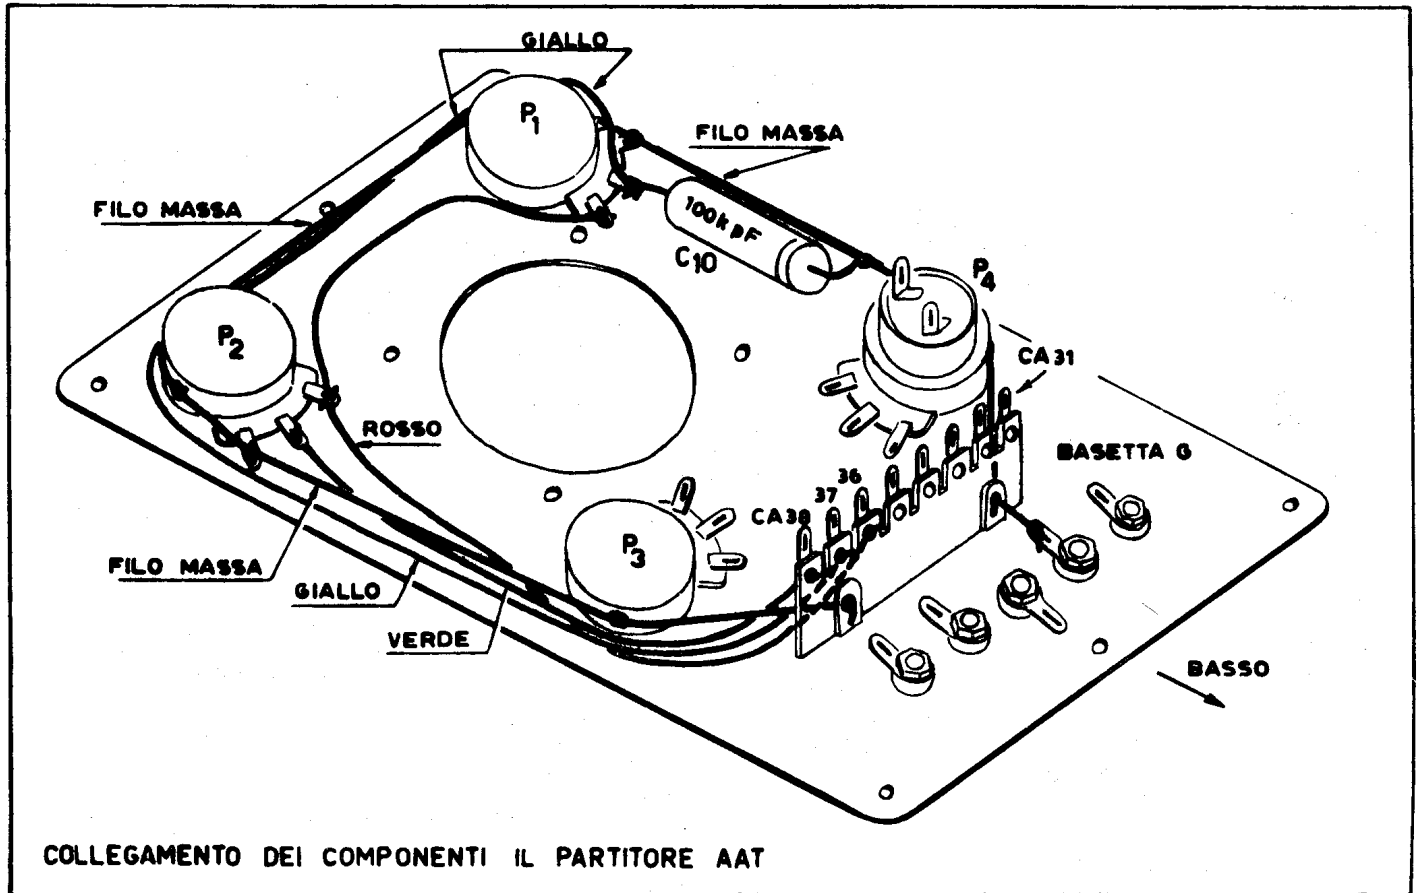

Fig. 13
a) - PREPARI UN PEZZO DI FILO DI RAME STAGNATO DEL  $\emptyset$  DI 1 mm, E DI 55 cm DI LUNGHEZZA E LO INFILI NEL FORO DELL'ANGOLARE DI SUPPORTO DELLA BASETTA G (VEDA IL DISEGNO DI FIG. 13), PASSANDO DAL LATO INTERNO DELLA BASETTA VERSO QUELLO ESTERNO.
b) - MANTENENDO BEN TESO IL FILO DI RAME LO FACCIA PASSARE ATTORNO ALLE CALOTTE DEI QUATTRO POTENZIOMETRI SINO A GIUNGERE AL FORO DEL SECONDO ANGOLARE DI SUPPORTO, DELLA BASETTA G, OVE IL FILO DEVE ESSERE INFILATO E SALDATO (FIG. 13).
h) - SALDI A MASSA IL TERMINALE DI INIZIO DEL P1 DA 500 k $\Omega$  ED IL FINALE DI P2 (FIG. 13).
i) - COLLEGHI CON UN FILO ISOLATO ROSSO L'OCCHIELLO DEL CA36 CON L'INIZIO DEL P2, SEGUENDO IL PERCORSO DEL FILO DI MASSA (FIG. 13) E SALDANDO SOLO IL CA36.
1) - SALDI UN FILO ISOLATO ROSSO FRA L'INIZIO DEL P2 E LA FINE DEL P1, LASCIANDO IL FILO PIUTTOSTO LUNGO (FIG. 13).
n) - COLLEGHI, CON UN FILO ISOLATO GIALLO, L'OCCHIELLO DEL CA37 CON IL CURSORE DI P1, SEGUENDO IL PERCORSO DEL FILO DI MASSA (FIG. 13) SENZA SALDARE SUL CURSORE.
o) - COLLEGHI IL CONDENSATORE C10, DA 0,1  $\mu$ F - 1,5 kVp FRA IL CURSORE DI P1 ED IL FILO DI MASSA (FIG. 13).